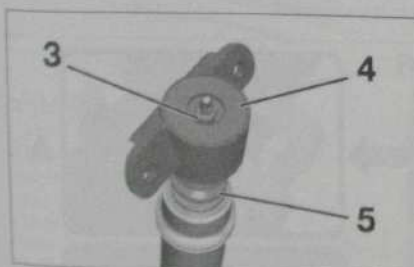

Fig. 46
- l'écrou (3) (Fig.46),
- le support supérieur d'amortisseur (4),
- la butée (5).